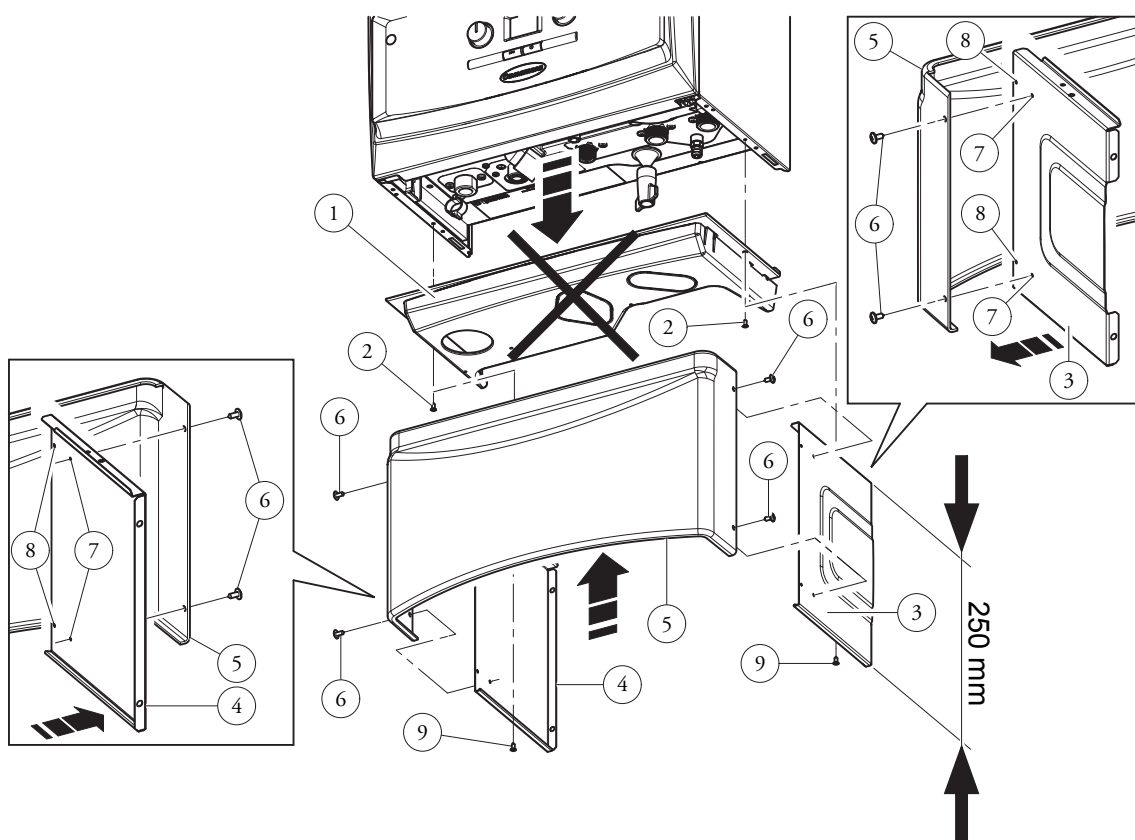

Fig. 1
Eliminare la griglia inferiore (se presente) (pos. 1, Fig. 1) svitando le due viti (pos. 2, Fig. 1).
Montare il kit carter inferiore assemblando il fianco dx (pos. 3, Fig. 1) ed il fianco sx (pos. 4, Fig. 1) al carter frontale (pos. 5, Fig. 1) con le viti (pos. 6, Fig. 1), utilizzando la foratura predisposta.
N.B.: per caldaie serie TT e Tera utilizzare la foratura sui carter laterali (pos. 7, Fig. 1) mentre per caldaie serie Victrix Exa utilizzare la foratura (pos. 8, Fig. 1).
Attenzione: il fianco con bugna (pos. 3, Fig. 1) dovrà sempre essere montato sul lato destro guardando la caldaia frontalmente, come riportato in Fig. 1.
Al termine fissare il kit carter inferiore alla caldaia utilizzando le viti (pos. 9, Fig. 1), fornite in dotazione.
Remove the bottom grid (if present) (pos. 1, Fig. 1) by unscrewing the two screws (pos. 2, Fig. 1).
Mount the bottom guard kit by assembling the right side (pos. 3, Fig. 1) and the left side (pos. 4, Fig. 1) to the front guard (pos. 5, Fig. 1) and screwing the screws (pos. 6, Fig. 1) into the prepared holes.
Note: for TT and Tera series boilers use the holes on the side guards (pos. 7, Fig. 1), for Victrix Exa series boilers use the holes (pos. 8, Fig. 1).
Attention: the side with central panel (pos. 3, Fig. 1) should always be mounted on the right side when standing in front of the boiler, as shown in Fig. 1.
Afterwards, fit the bottom guard kit to the boiler with the screws (pos. 9, Fig. 1) provided.